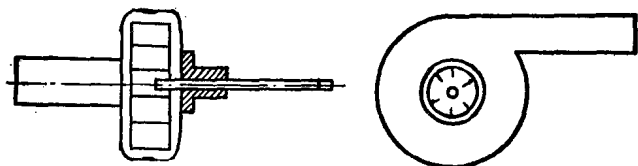

图 8
3. 装配 把叶轮的“轴”插入“轴承”，并把机壳盖好。注意，出水孔一定要对齐。然后，把盖合处焊牢。再把进水管焊接在进水孔，出水管焊接在出水孔上(图8)。这样小水泵就制作完成了。